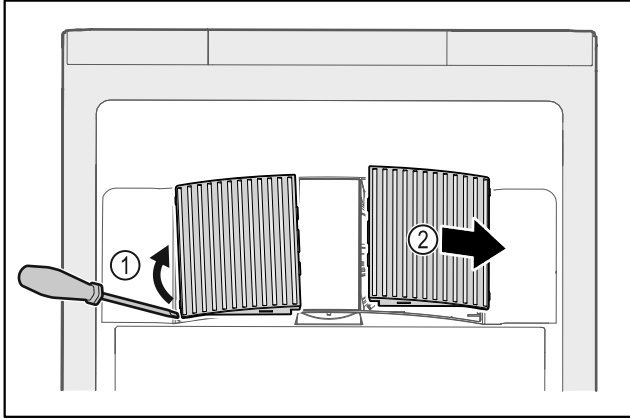

Fig. 234
- ▶ Кожух вентилятора обережно підважити зі сторони Fig. 234 (1) і витягнути рухом вперед Fig. 234 (2).